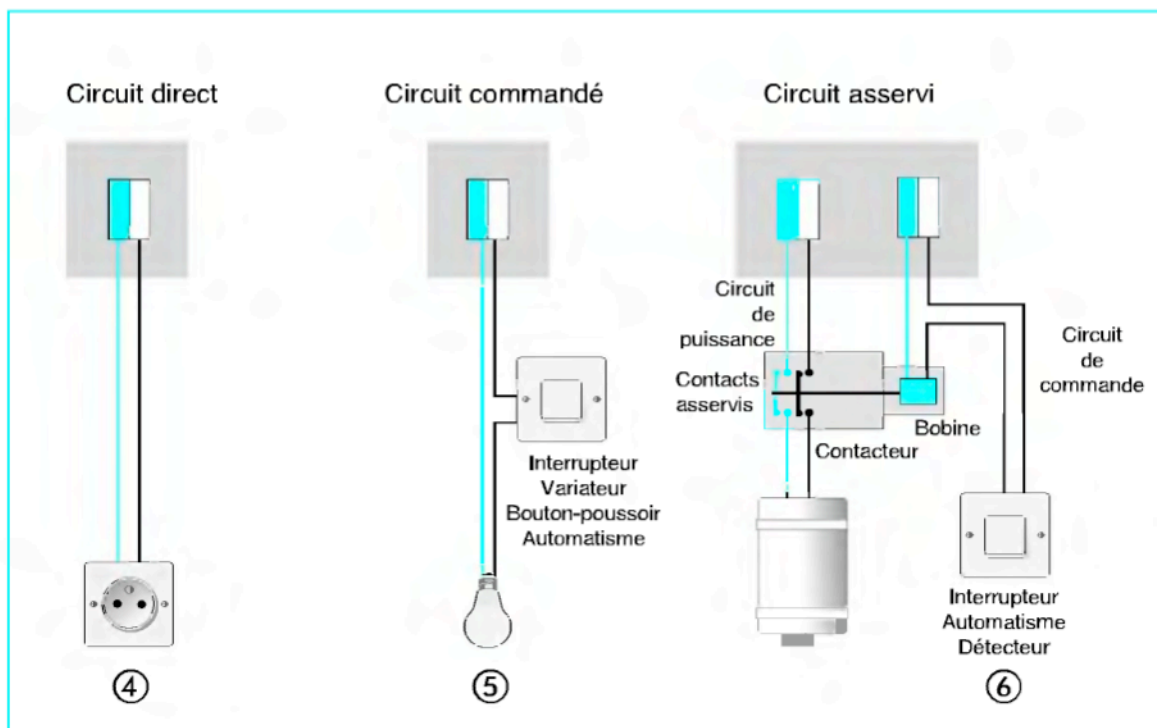

Figure 11 : Les circuits électriques types
Plus le circuit électrique est complexe, plus le risque de panne augmente et plus la réparation est compliquée. La figure 11 illustre les différents types de circuits.
Vous remarquerez figure 11 (1) que les deux fils d'alimentation provenant du disjoncteur transitent par les dispositifs de protection. Si vous ouvrez l'un des coupe-circuits ou lorsque le disjoncteur divisionnaire se déclenche, la phase et le neutre sont coupés. La phase seule est protégée ; le neutre est coupé mécaniquement lors de l'ouverture du coupe-circuit ou du déclenchement du disjoncteur. Ce type de protection est appelé une protection unipolaire + neutre ou à coupure phase + neutre.